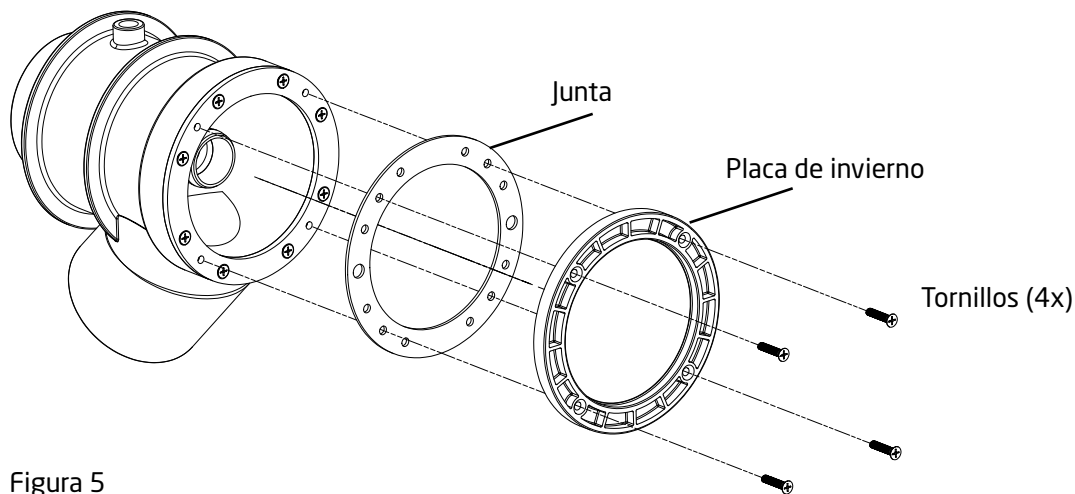

Figura 5
En áreas sujetas a temperaturas heladas, debe proteger su equipo. Recomendamos adquirir un kit de cubierta de invierno # 2308752006K. Este kit incluye una (1) placa de invierno, una (1) junta y cuatro (4) tornillos. Ver Figura 5. Por favor, llamar a su profesional en piscina local para instalar.